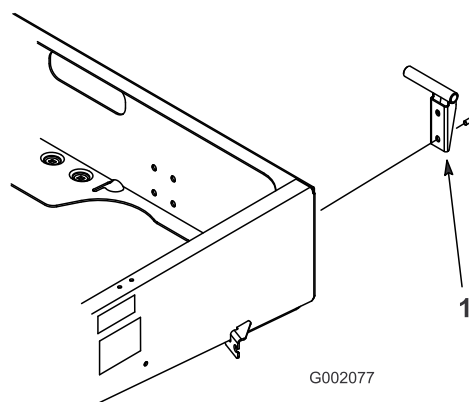

Figura 8
2. Monte o apoio de articulação esquerdo no canto posterior esquerdo do chassi com 2 parafusos de cabeça flangeada (3/8 x 1 polegada). Coloque o apoio (Figura 8).